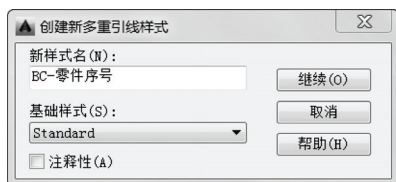
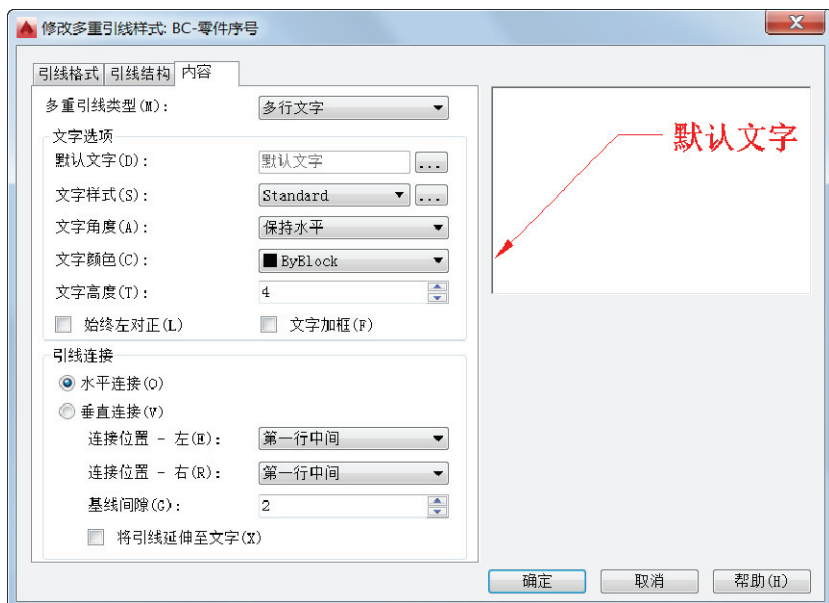

图 5-56 输入新样式名
图 5-57 “修改多重引线样式: BC-零件序号”对话框
3) 在“创建新多重引线样式”对话框中输入“新样式名”为“BC-零件序号”，“基础样式”选择“Standard”，如图 5-56 所示，然后单击“继续”按钮，系统弹出图 5-57 所示的“修改多重引线样式：BC-零件序号”对话框。